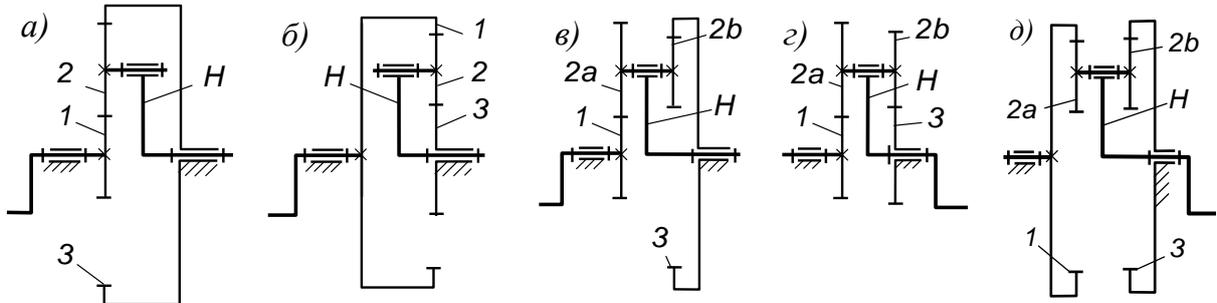
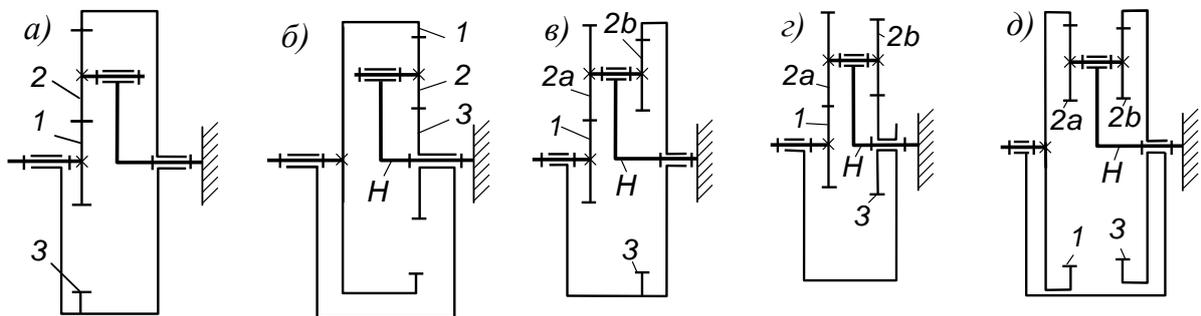

Рис. 3. Планетарные передачи
Рис. 4. Планетарные передачи по рис. 3 после перестановки их на водило
Передачи с подвижными осями (планетарные). Схемы простейших планетарных передач показаны на рис. 3, *а*, *б*.
На рис. 3, в), з), д) показаны более сложные планетарные передачи. Сателлит в них состоит из двух зубчатых колёс 2а, 2b и называется двухвенцовым.
В результате перестановки на водило планетарная передача превращается в обыкновенную – с неподвижными осями колёс (рис. 4).
2. По формулам (1), (2) определите передаточное отношение этого механизма в направлении от самого быстроходного звена к самому тихоходному.
4. Начертите схему второго предложенного механизма – планетарной передачи. Схему возьмите с рис. 3 или с наклейки на самой передаче, если таковая есть. На наклейке указаны числа зубьев всех колёс. Проставьте эти числа на схеме. При отсутствии наклейки пересчитайте числа зубьев сами.
5. Изобразите схему механизма после перестановки его на водило (рис. 4). По формуле (2) определите передаточное отношение  $u_{1,3}^{(H)}$ . По формуле (3) определите  $u_{1,H}$ . Если вам достался механизм с быстроходным водилом (рис. 3, з, д), то требуемое передаточное отношение  $u_{H,1}$  найдёте по формуле  $u_{H,1} = 1/u_{1,H}$ .